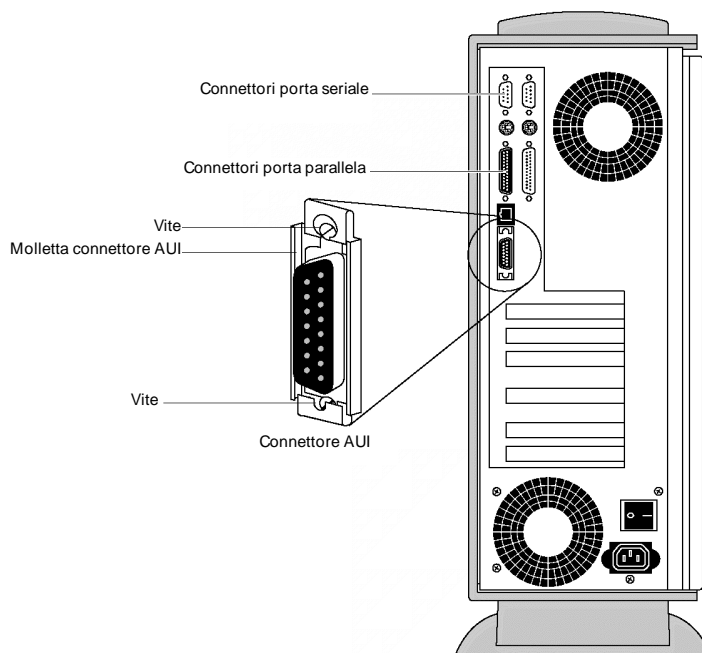

Figura 4-16 Elementi della scheda madre sul pannello posteriore
2. **Togliere le due viti e la molletta del connettore AUI.** Tenere a mente l'orientamento della molletta, in modo da poterla rimontare correttamente in un secondo momento (vedere Figura 4-16).
Assicurarsi che la molletta sia orientata come mostrato nella Figura 4-16 a pag. 4-23. Spingere verso l'alto la molletta per stringere la vite inferiore.